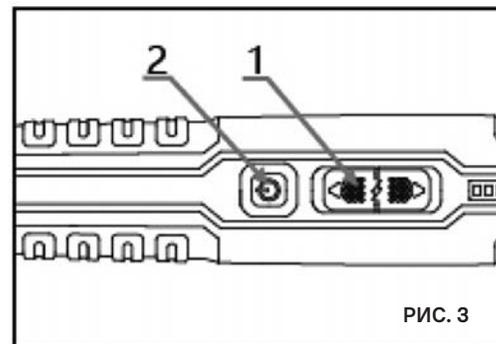

РИС. 3
Переверните переключатель направления вращения (1) (Рис. 3) в среднее положение, нажмите кнопку включения (2) (Рис. 3) и проведите вдоль места где необходимо определить наличие электрического напряжения или отыскать скрытую проводку. При обнаружении напряжения отвертка подаст звуковой и световой сигналы.